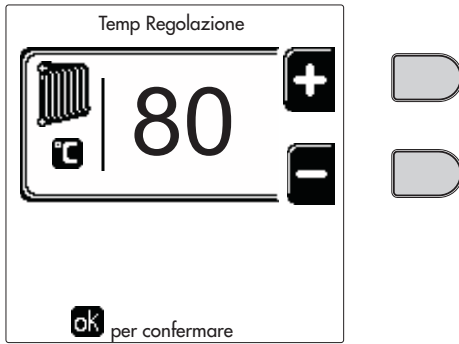
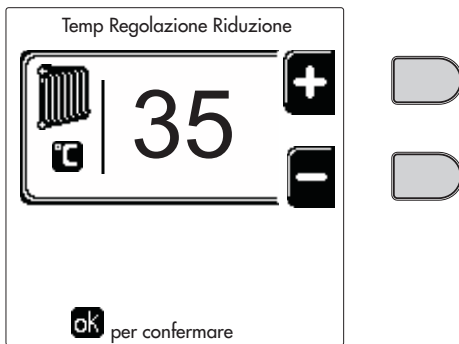
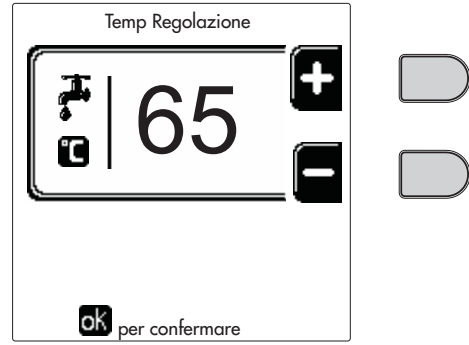
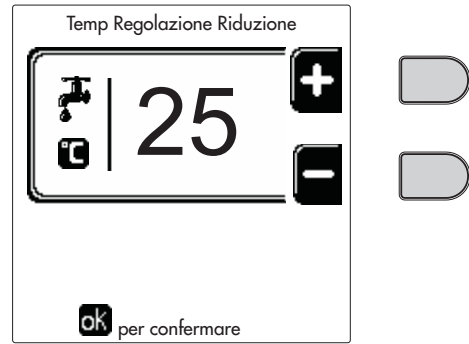

fig. 12
fig. 13
fig. 14
fig. 15
- **ON.** In caso di richiesta Riscaldamento/Sanitario, la caldaia lavora alla Temperatura di Regolazione Riscaldamento/Sanitario (fig. 12/fig. 14) impostata.
- **IT.** In caso di richiesta Riscaldamento/Sanitario, la caldaia lavora alla Temperatura di Regolazione Ridotta. La temperatura Ridotta si ottiene sottraendo il valore della Temperatura Regolazione Riduzione (fig. 13/fig. 15) alla Temperatura di Regolazione Riscaldamento/Sanitario (fig. 12/fig. 14) impostata.